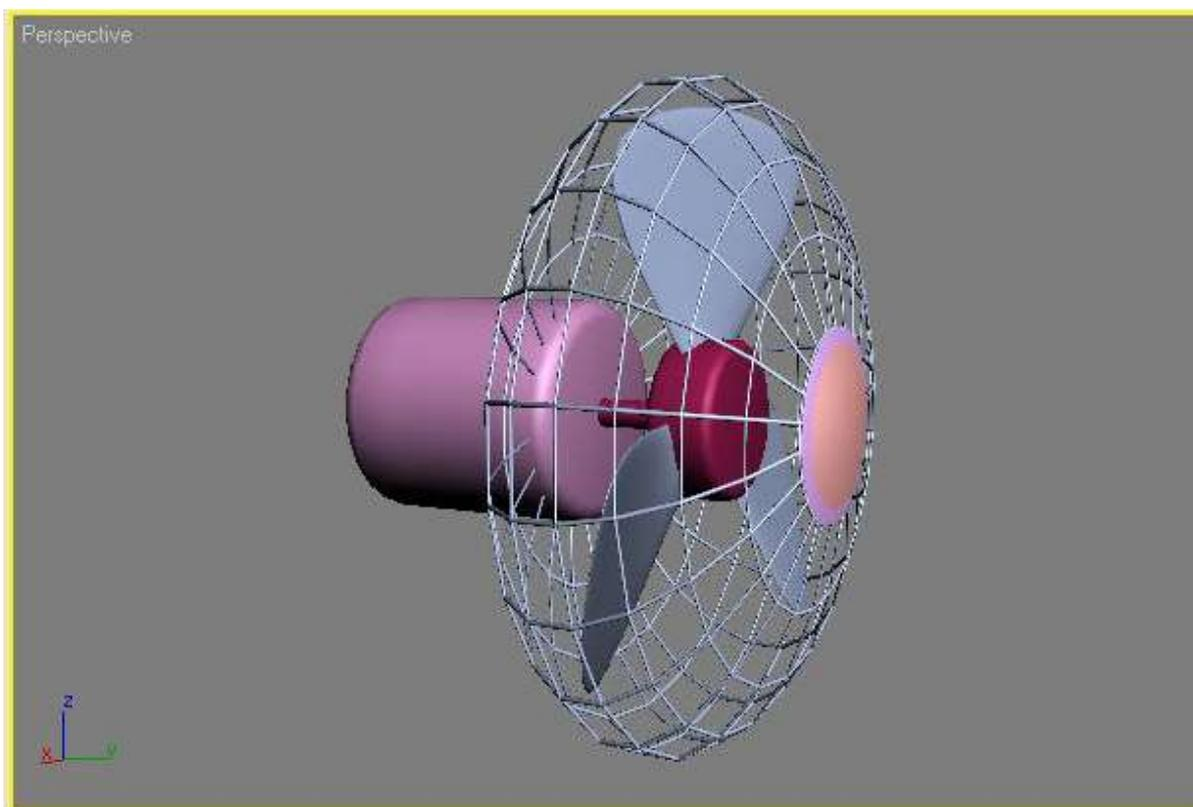

Рис. 29 – Модель повернута в нужном направлении
7. Поверните модель на -90° вокруг оси X (рис. 29).